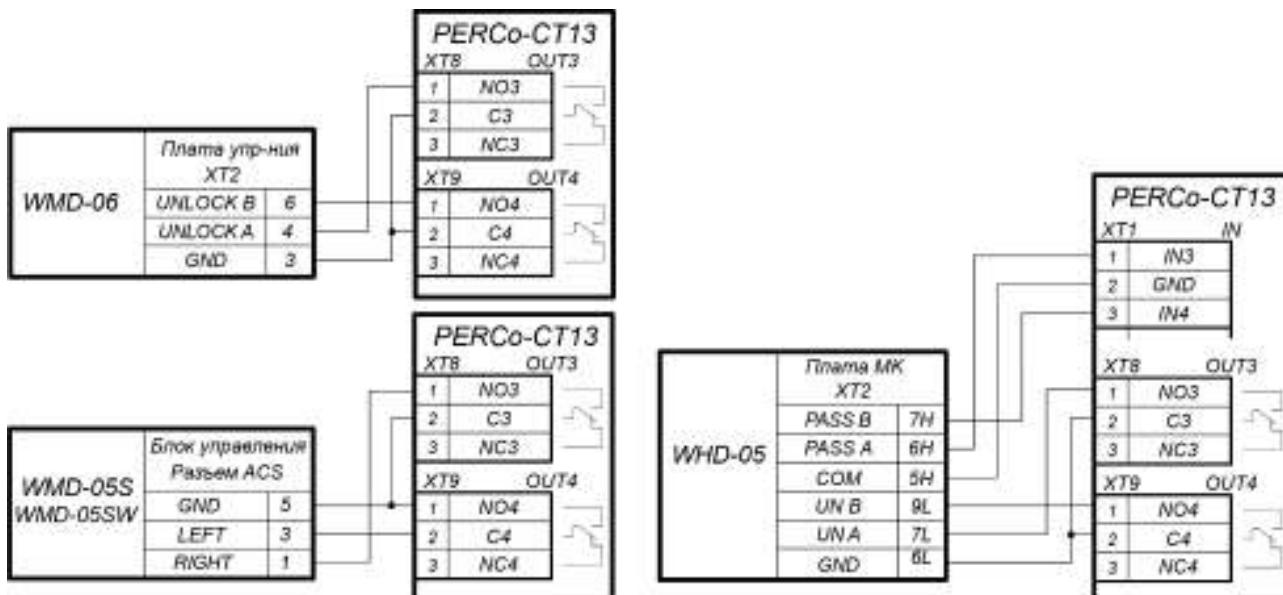

Рисунок 17. Схемы подключений калиток
- Дополнительный турникет или калитка (ИУ №2) подключается к клеммным колодкам **XT1**, **XT8**, **XT9** нижней платы контроллера в соответствии со схемой для данного типа изделия (см. рис. 17, 16).